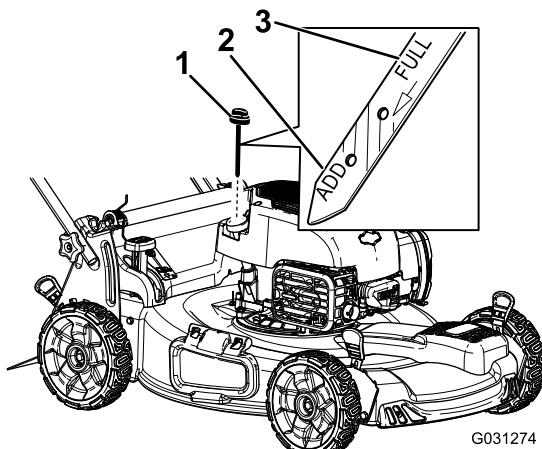

Figura 7
2. Retire la varilla (Figura 7).
3. Vierta lentamente aceite en el tubo de llenado hasta que el nivel llegue a la marca "Full" (lleno) de la varilla (Figura 7). **No llene demasiado.**